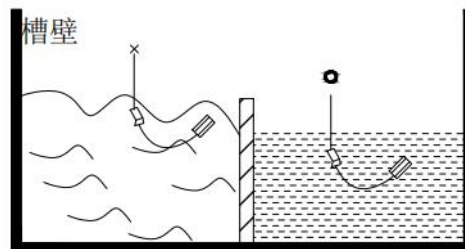

图3
- 当安装位置与流入口应保持适当距离以免被水冲击造成感应不正确，若无法避免时可加装防护管改善（见图3）